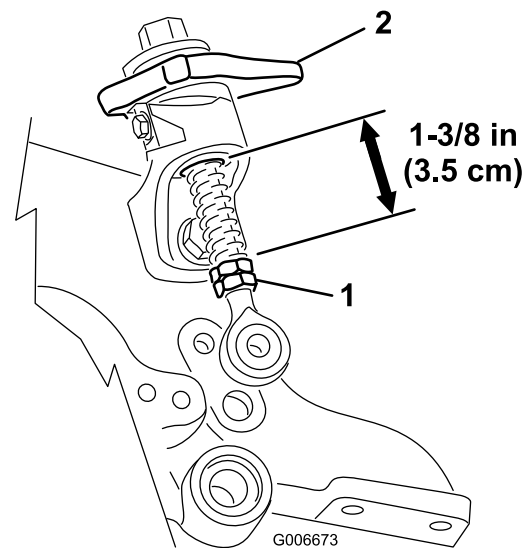

Figure 43
**Important:** Après avoir réglé la hauteur du groomer, réglez les écrous de blocage sur la tige filetée de manière que les ressorts soient étirés à 3,5 cm lorsque les leviers du groomer sont en position désengagée (poignée vers l'arrière du plateau de coupe) (Figure 43).